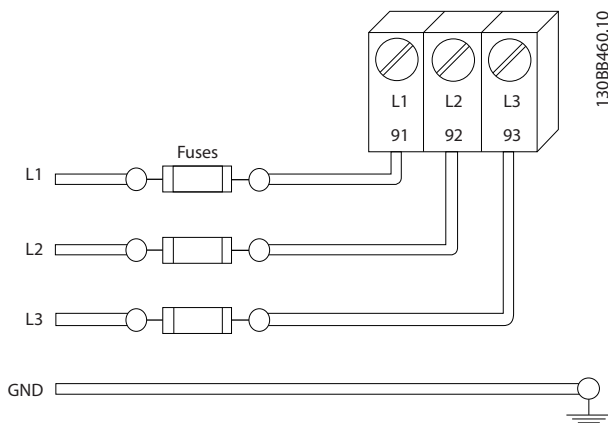

Bild 2.4 Frekvensomformarsäkringar
- Alla frekvensomformare måste vara försedda med kortslutningsskydd och överspänningsskydd. För detta krävs det ingångssäkringar – se *Bild 2.4*. Om frekvensomformarna levereras utan säkringar måste installatören tillhandahålla säkringar som en del av installationen. Uppgifter om maximala säkringsklassificeringar finns i *10.3.1 Skydd*.
- Alla frekvensomformare måste vara försedda med kortslutningskydd och överspänningskydd. För detta krävs det ingångssäkringar – se Bild 2.4. Om frekvensomformarna levereras utan säkringar måste installatören tillhandahålla säkringar som en del av installationen. Uppgifter om maximala säkringsklassificeringar finns i 10.3.1 Skydd.